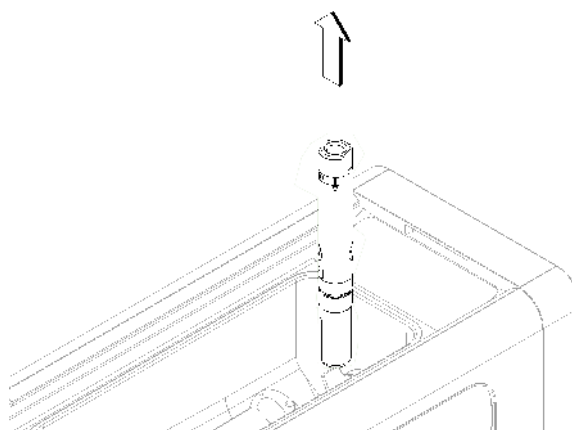

figura 19
**5** Rimuovere il tubo di miscelazione e smontarlo (vedere figura 19) e (vedere figura 20).